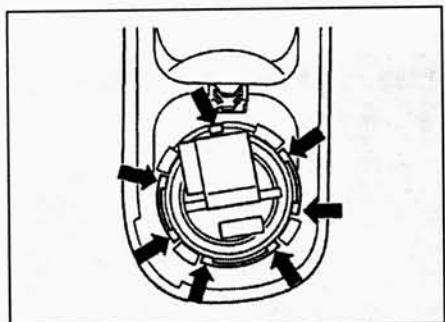

Рис. 21.6. Фиксаторы крепления (указаны стрелками) динамика для воспроизведения высоких частот, устанавливаемого в двери автомобиля
- 6 Аккуратно подцепите декоративную пластину ручки открывания двери. Отсоедините крышку динамика, электрический разъём и снимите динамик (рис. 21.6).